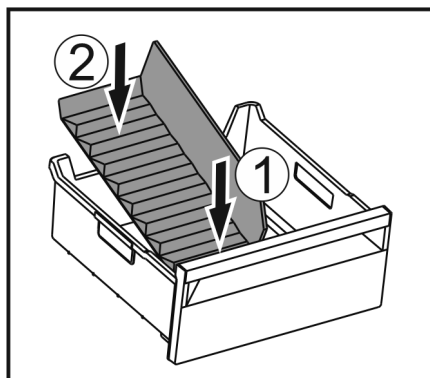

Fig. 100
- ▶ Sätt in frysfacksdelarens främre del. Fig. 100 (1)
- ▶ Sänk ned frysfacksdelarens bakre del till lådans botten. Fig. 100 (2)